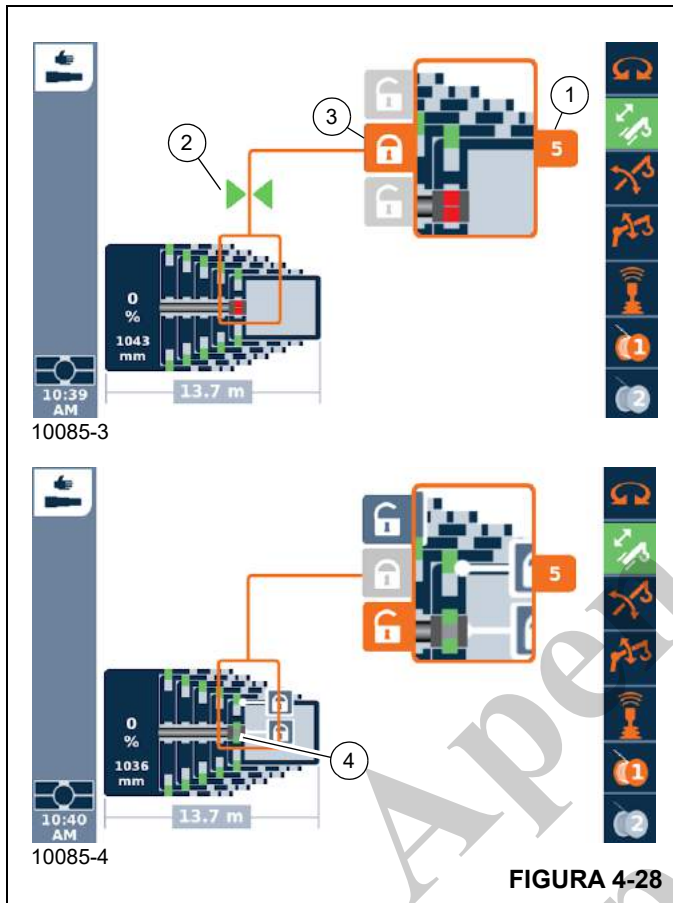

FIGURA 4-28
1. Mova o cilindro telescópico para o ponto de travamento desejado, por exemplo, para a seção telescópica 5 (Figura 4-28).
- exiba a seção telescópica desejada (1, Figura 4-28) e
- os símbolos (2) sejam exibidos.
2. Selecione o símbolo (3).
3. Confirme a seleção — os pinos de bloqueio do cilindro telescópico se estenderão — símbolo (4) verde.